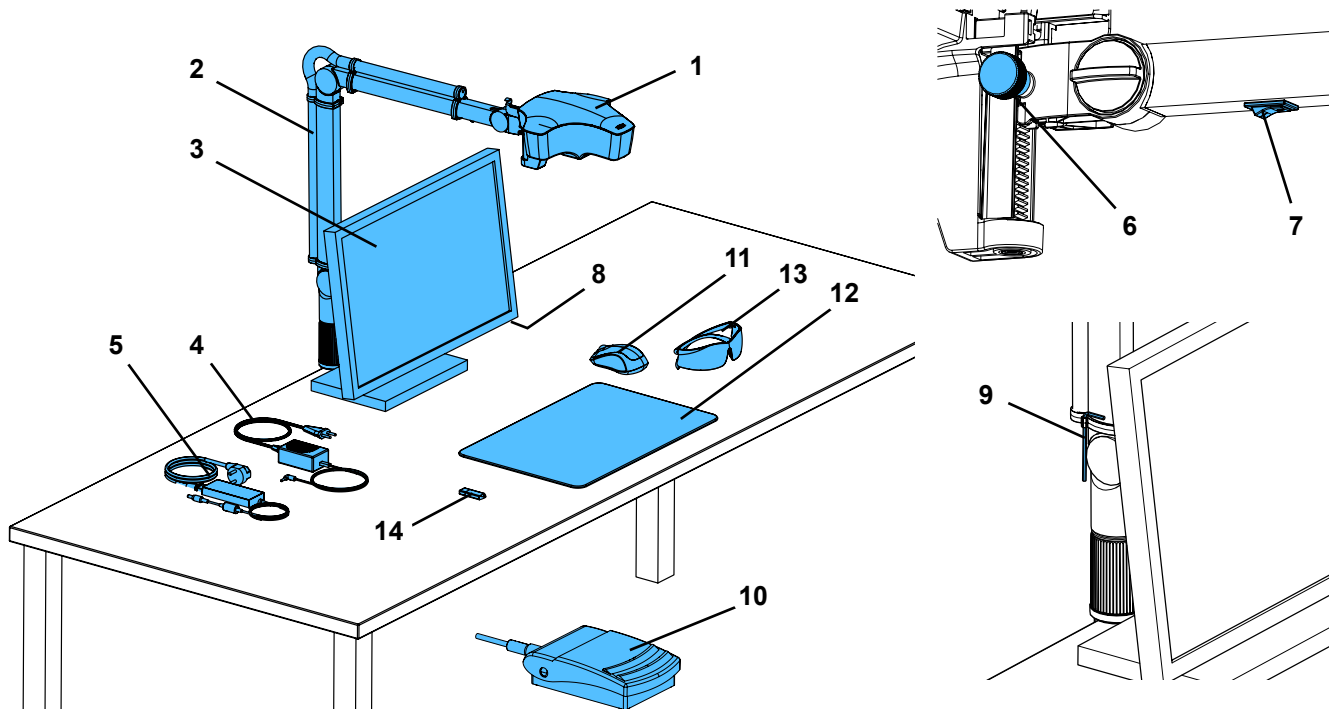

Fig. 1
- ⇒ Coloque el apoyo para la mesa (12, Fig. 1) sobre la mesa de trabajo.
- ⇒ Coloque el ratón (11, Fig. 1) al lado del apoyo de la mesa.
- ⇒ Coloque el interruptor de pie (10) debajo de la mesa e introduzca el cable del interruptor de pie en el interruptor de pie.
- Tornillo de fijación en el cabezal (31).
- Tornillo de apriete central (32).
- Tornillo de apriete en el pie (33).
- Tornillo de apriete (34) con herramienta adjunta (9, Fig. 1).
- Tornillo de apriete (35) con herramienta adjunta (9, Fig. 1).